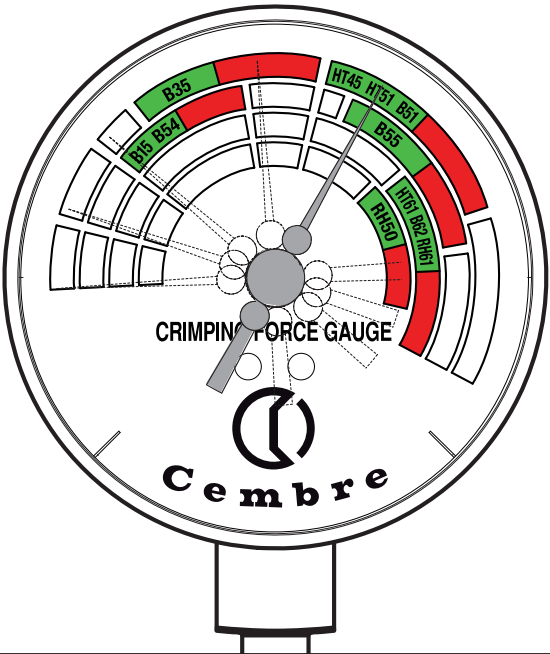

FIG. 5
3.2) Almacenamiento (Ref. Fig. 5)
3.2) Custodia (Rif. a Fig. 5)